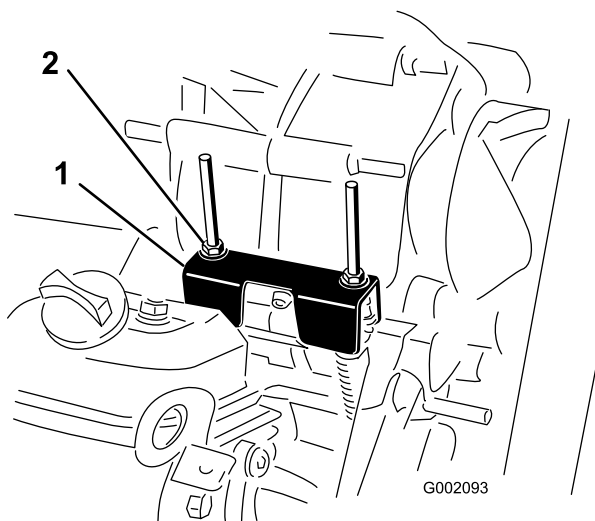

Рисунок 35
При выполнении планового техобслуживания и/или диагностики двигателя ведущий мост необходимо переключить в нейтральное положение (Рисунок 35). У автомобиля есть нейтральное положение на рычаге переключения передач, которое включает нейтральное положение в ведущем мосту. Необходимо выполнить следующие действия, чтобы убедиться в правильной работе рычага переключения ведущего моста в нейтральное положение:
2. Убедитесь в том, что кронштейн нейтрали находится в нейтральном положении (на уровне кронштейна крепления троса, расположенного под кронштейном переключения передач), повернув ведомое сцепление (Рисунок 35). Автомобиль не должен откатиться назад или вперед. Если она откатывается, вручную переместите кронштейн нейтрали в нейтральное положение.
3. Затяните одну из контргайек (Рисунок 35), чтобы получить зазор 0,03-0,06 дюйма.